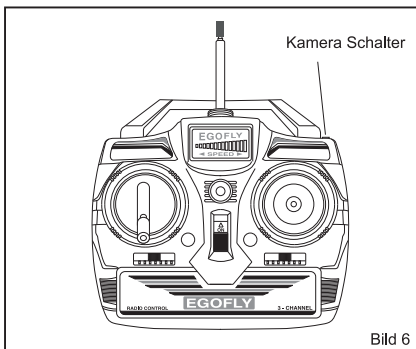

Bild 6
1. Um die Videoaufnahme zu starten, drücken Sie den Kamera Schalter (Bild 6).